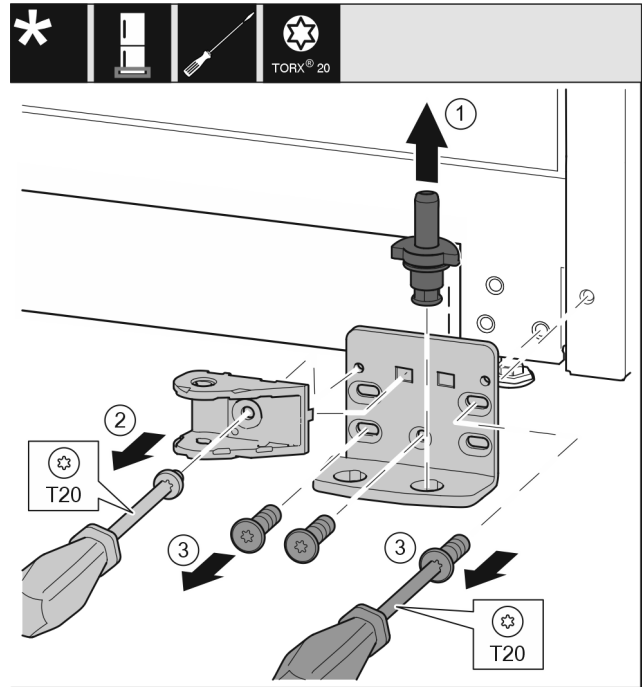

Fig. 32
- Sortir complètement l'axe de palier par le haut. Fig. 32 (1)
- Desserrer la vis avec le tournevis T20 et enlever le joint amortisseur de fermeture. Fig. 32 (2)
- Desserrer les vis avec le tournevis T20 et enlever le support de palier. Fig. 32 (3)